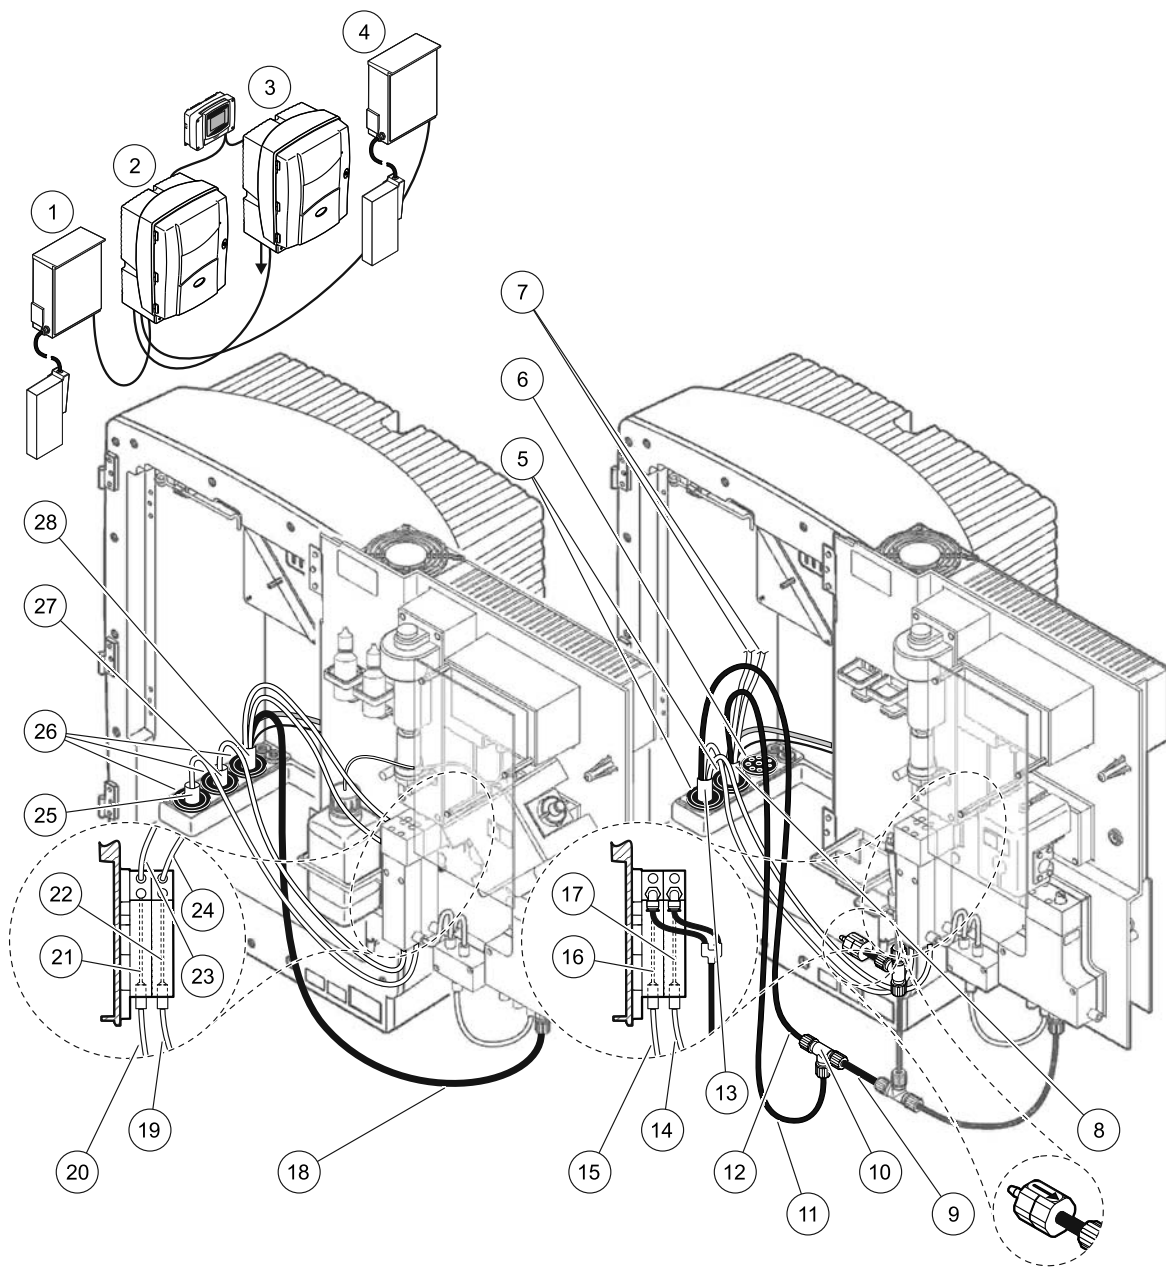

図 34 オプション 6 設定
95 ページの図 34 およびオプション 6 に関する以下の説明を参照してください：
- a. 加熱ホースを FILTRAX 1 から分析装置まで通します (95 ページの図 34、アイテム 25)。シール プラグ #1 を使って固定します。